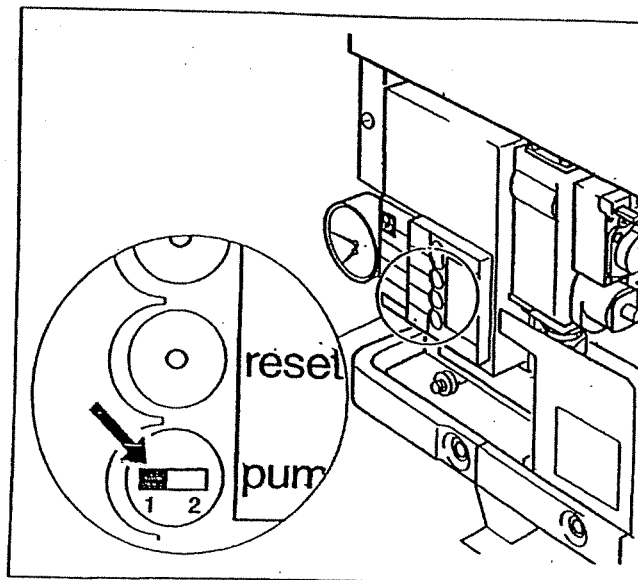

Fig. 27 Interruttore tempo di rientro pompa
- ◆ Mettere l'interruttore "pump" (Fig. 27) nella posizione desiderata.